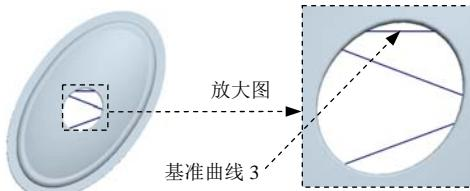
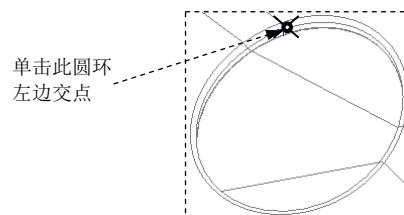
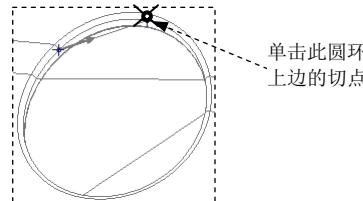

图 21.12 创建基准曲线 3
图 21.13 单击圆环左边交点
图 21.14 单击圆环上边切点
Step4. 创建图 21.12 所示的基准曲线 3。
(1) 选择命令。单击 **模具** 功能选项卡 **基准** 按钮，在系统弹出的菜单中依次单击 **曲线** → **通过点的曲线** 按钮。系统弹出“曲线：通过点”操控板。
(2) 单击图 21.13 所示的圆环左边交点，然后将模型调整到图 21.14 所示的视图方位，单击圆环上边的切点。
(3) 在系统弹出的“曲线：通过点”操控板中单击 **完成** 按钮。完成基准曲线 3 的创建。